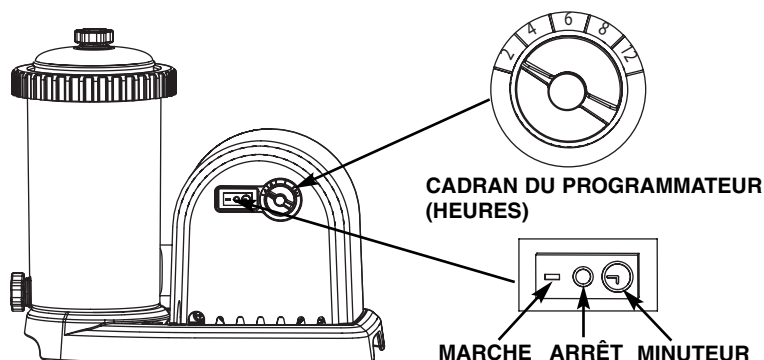

FIG 10
4. Avec l'eau pénétrant dans la pompe, la pression de l'eau va chasser l'air des conduits et de la chambre de filtration par la purge d'air (2). Quand il n'y a plus d'air dans la filtration, l'eau va sortir par la purge d'air (2). A ce moment, serrez fermement la purge (2) en la tournant dans le sens des aiguilles d'une montre.
- A. Programmer le cadran du minuteur avec la durée de fonctionnement désirée. Voir Durée des opérations. Voir Figure. 10.